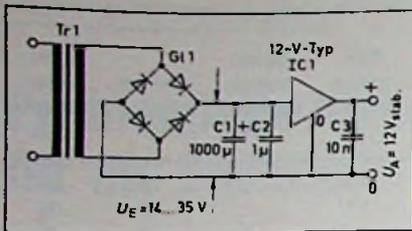

Bild 1: Grundschialtung mit Festspannungsregler
Die Grundschialtung einer Stromversorgung mit einem Festspannungsregler zeigt Bild 1. Die meisten Festspannungsregler haben nur drei Anschlüsse, die hier mit Eingang (E) für die unregelte Eingangsgleichspannung U_E , mit Ausgang (A) für die geregelte und stabilisierte Ausgangsspannung U_A und mit Masse (0) für den Regler- und Spannungsbezugspunkt gekennzeichnet sind. In dieser Grundschialtung sind keine weiteren Bauelemente als Netztransformator Tr 1, Gleichrichter G1 1 und Ladekondensator C 1 erforderlich. Allenfalls können die Kondensatoren C 2 und C 3 eingeführt werden. C 2 wirkt als Siebglied für hoch- und niederfrequente Störsignale, die bei langen Gleichspannungsleitungen eingestrahlt werden können. C 3 dient zur Unterdrückung der Selbsterregungsneigung der Reglerschialtung. Die angegebenen Werte für C 2 (1 µF) und für C 3 (10 nF) sind nur als Kenngrößen zu verstehen. Allgemein setzt man für C 2 Werte zwischen 0,1 und 10 µF und für C 3 Werte zwischen 1 nF und 1 µF ein. Die Kondensatoren müssen induktionsarm sein. Bei Verwendung eines Festspannungsreglers IC 1 mit einer Ausgangsspannung von 12 V erhält man bei Eingangsspannungen U_E von mindestens 14 V bis maximal 35 V eine konstante Ausgangsspannung U_A von 12 V, die kurzschlußfest ist.